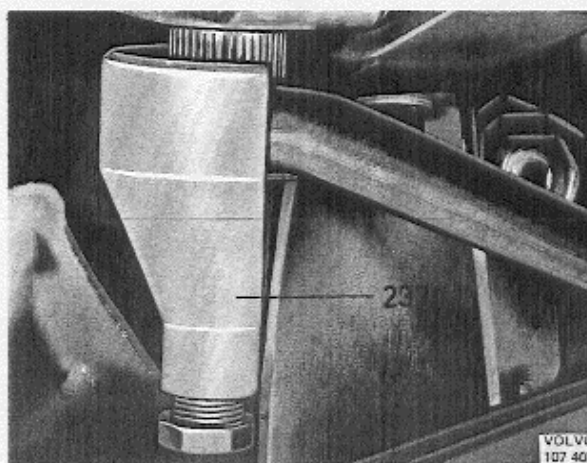

Abb. 74 Ausbau des Lenkstockhebels
3. Sicherungsmutter für den Lenkstockhebel abschrauben. Lenkstockhebel mit dem Abzieher 2370 vom Stummel der Lenkrollenwelle abziehen. Beim Ansetzen des Abziehers sind die Räder ganz nach links einzuschlagen (Abb. 74).